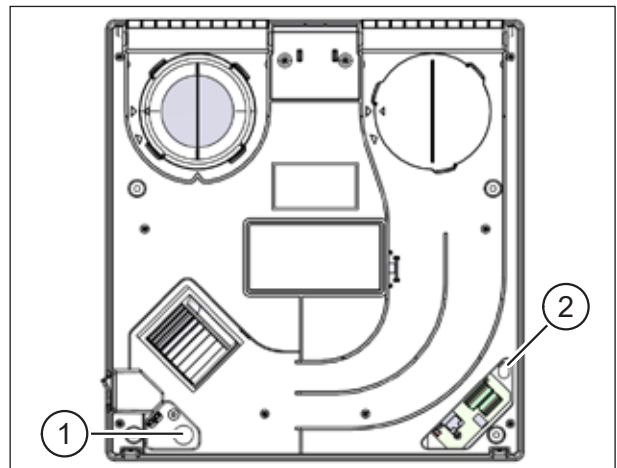

Abb. 36: Netz- und ggf. Steuerkabel einfädeln
- ▶ Fädeln Sie das Netzkabel in die Öffnung (Pos. 1 in Abb. 36) am Lüftungsgerät ein und ziehen Sie es durch die Öffnung.
- ▶ Fädeln Sie ggf. das Steuerkabel in die Öffnung (Pos. 2 in Abb. 36) am Lüftungsgerät ein und ziehen Sie es durch die Öffnung.